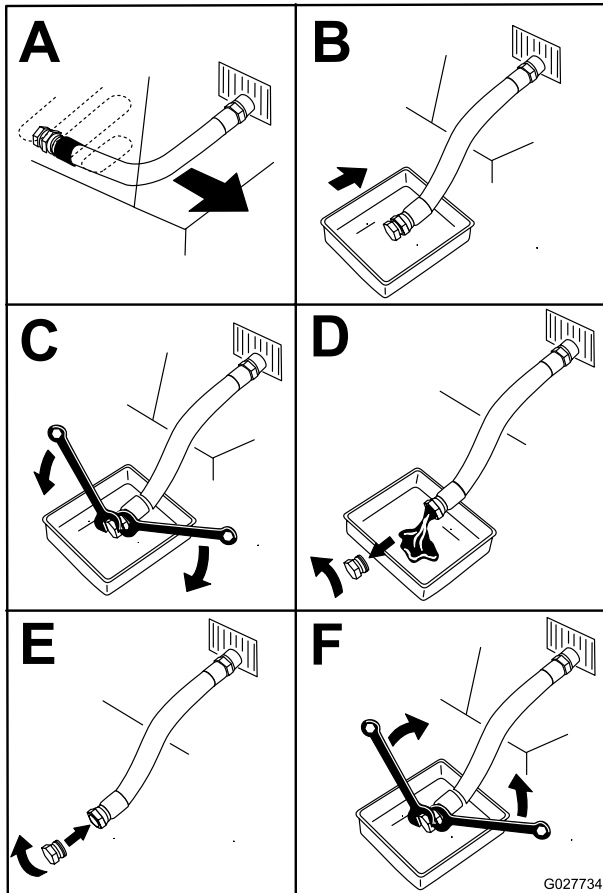

Figure 47
4. Vidangez l'huile moteur (Figure 47).